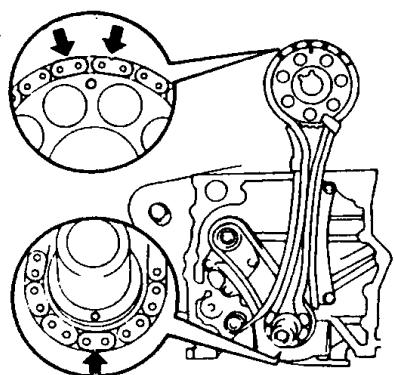

图 1-1-19 链条正时标记
①见图 1-1-19, 在曲轴链轮上安放正时链, 而正时标记在两个光亮的链节间。
②将正时链装到曲轴链轮上, 在安装时要将一个光亮的链节与曲轴链轮上的标记对准。